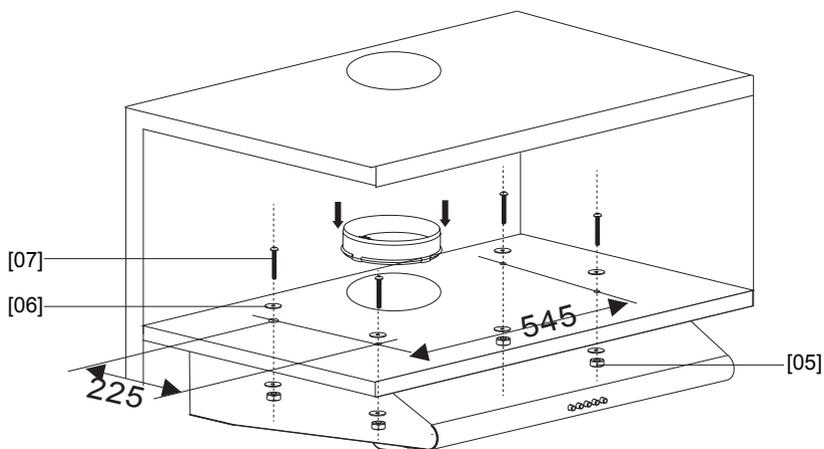

Fig. 6A
6. Percez 4 orifices sous le placard suspendu. (Dimensions détaillées à la Fig 6A).